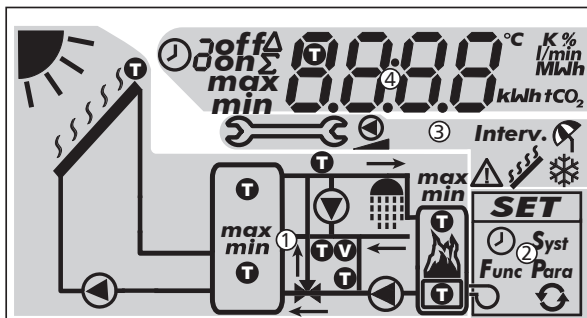

Abb. 8: Übersicht über die Bereiche der Anzeige (alle Elemente sichtbar)
Nachstehende Tabelle beschreibt die Symbole in der Systemgrafik (① in Abb. 8).
Das Einstellmenü (② in Abb. 8) enthält folgende Einträge:
Nachstehende Tabelle beschreibt die Piktogramme für Funktionen (③ in Abb. 8).
Die Anzeige der Betriebs- und Einstellwerte (④ in Abb. 8) besteht aus folgenden Elementen:
①	Symbol für die Zeitsteuerung von Funktionen. Das Symbol wird angezeigt wenn <ul style="list-style-type: none"> • eine Zeitbegrenzung/-steuerung eingestellt wird, • der Status der Zeitbegrenzung/-steuerung angezeigt wird, • die Zeitbegrenzung eine Temperatursteuerung blockiert (Symbol blinkt).
②	Nummer des Zeitfensters, das gerade im Einstellmenü eingestellt/angezeigt wird oder in dem sich die aktuelle Uhrzeit gerade befindet. Die Zeitsteuerung einer Funktion besteht aus 1 oder 3 einstellbaren Zeitfenstern. Beispiel: Zeitfenster 1: 06:00 – 08:00 Zeitfenster 2: 11:00 – 12:30 Zeitfenster 3: 17:00 – 19:00
③	Zusatzinformationen: on, off: Schaltzustand/Schaltbedingung ein, aus max, min: maximaler Wert, minimaler Wert Σ: aufsummierter Betriebswert seit der ersten Inbetriebnahme, nicht zurücksetzbar Δ: aufsummierter Betriebswert seit dem letzten Rücksetzen auf 0
④	Symbol wird angezeigt, wenn beim Einstellen einer Funktion ein Temperaturfühler gewählt ist.
⑤	Anzeige von <ul style="list-style-type: none"> • Messwerten • Einstellwerten • Fehlercodes • weiteren Informationen, z. B. Software-Version
⑥	physikalische Einheit des in ⑤ angezeigten Werts